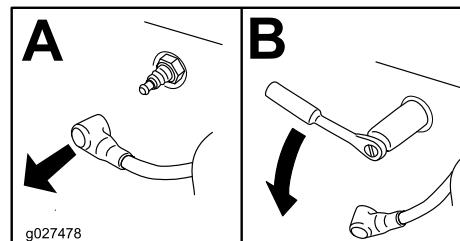

Bild 35
- Ermitteln und entfernen Sie die Zündkerze(n), wie in Bild 35 abgebildet.